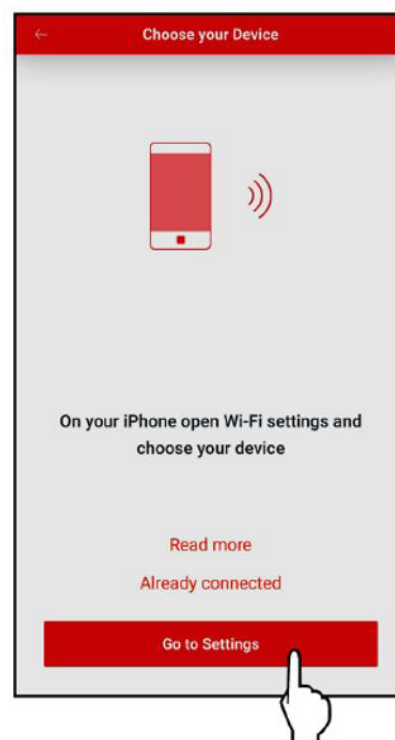

Figure 91. Appuyer sur Go To Settings
4. Appuyez sur le bouton "Go to Settings" sur l'écran "Choose your Device", voir **Figure 91**.